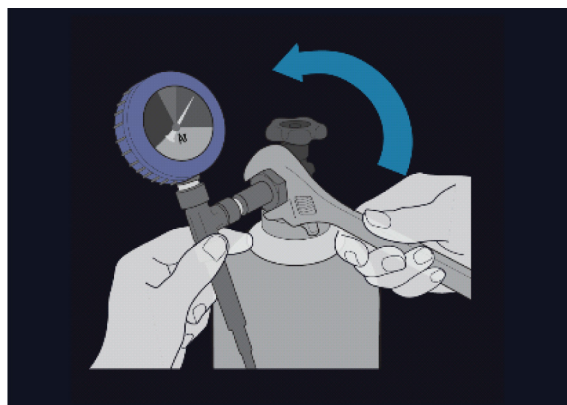

Figura 11. Impostazione di una bombola di gas
5. Collegare la linea di alimentazione ad alta pressione del gas argon alla bombola dell'argon fissando l'adattatore del gruppo del manometro sul collegamento della bombola (Figura 11).